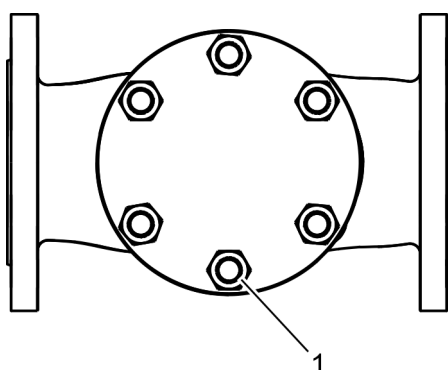

Abb. 11: Muttern über Kreuz festziehen (Anzahl der Muttern/Stiftschrauben kann variieren)
10. → Muttern (Abb. 11/1) locker auf die Stiftschrauben des Gehäuses aufschrauben.
Muttern (Abb. 11/1) mit dem vorgeschriebenen Anzugsmoment über Kreuz festziehen.